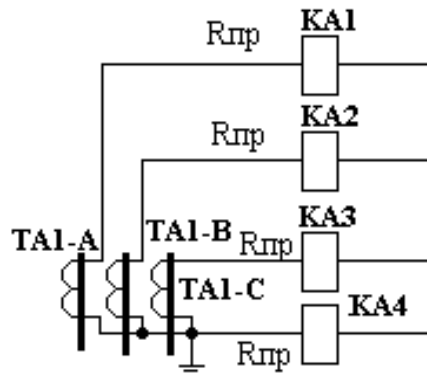

Рис. 5
2. Определить расчётную величину сопротивления внешней нагрузки трансформаторов тока при протекании тока трёхфазного КЗ. Схема соединения трансформаторов тока и реле приведена на рис. 5. Сопротивление провода от трансформаторов тока до релейной панели  $R_{пр} = 0,5 \text{ Ом}$ . Сопротивление всех контактов  $R_{конт} = 0,1 \text{ Ом}$ . Реле КА1, КА2, КА3 типа РТ-40/50 – уставка на реле  $I_{ср} = 30 \text{ А}$ ; реле КА4 - тип РТ-40/20, уставка на реле  $I_{ср} = 8 \text{ А}$ .